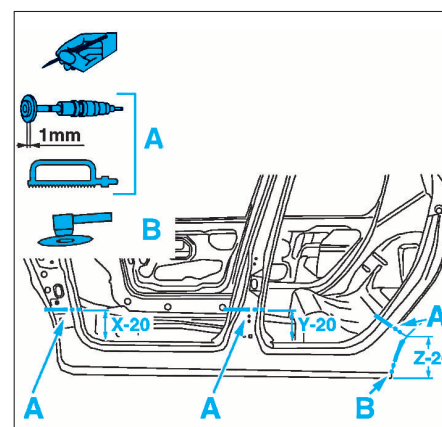

FIG. 79
- Tracer, découper et dépointer selon (Fig.79 à 81).